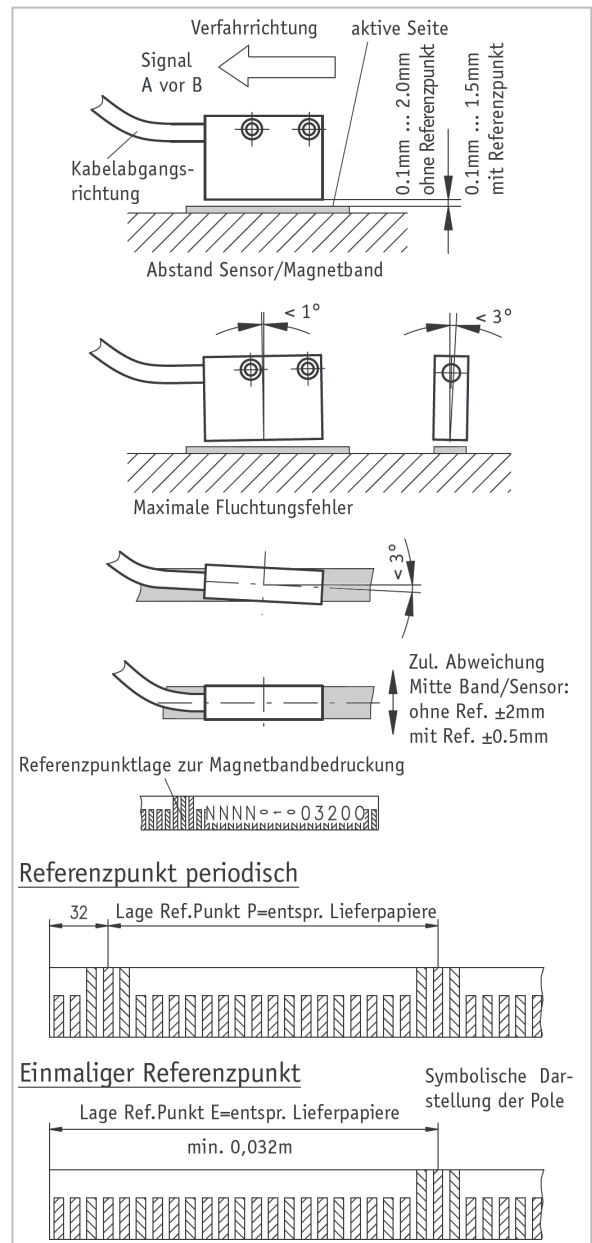

Abb. 6: Definition der Zählrichtung / Montage / Toleranzen
- Achten Sie auf richtige Ausrichtung bezüglich der Zählrichtung (Abb. 6). Dies ist unerheblich, falls sich die Zählrichtung in der elektronischen Auswertung umkehren lässt.
- Beachten Sie die Abstandmaße zwischen Sensor und Magnetband sowie die Winkeltoleranzen, diese müssen über die gesamte Messstrecke eingehalten werden! (Abb. 6)
- Die Abstandstoleranz zwischen Sensor und Magnetband wurde nicht über die gesamte Messstrecke eingehalten, der Sensor streift auf dem Magnetband (Abb. 6).
- Der Sensor ist mit der aktiven Seite vom Band abgewandt montiert (Abb. 6). Die aktive Seite ist zusätzlich mit dem Aufkleber "Bandseite" gekennzeichnet.
- Der Sensor wurde nicht entsprechend Abb. 6 ausgerichtet